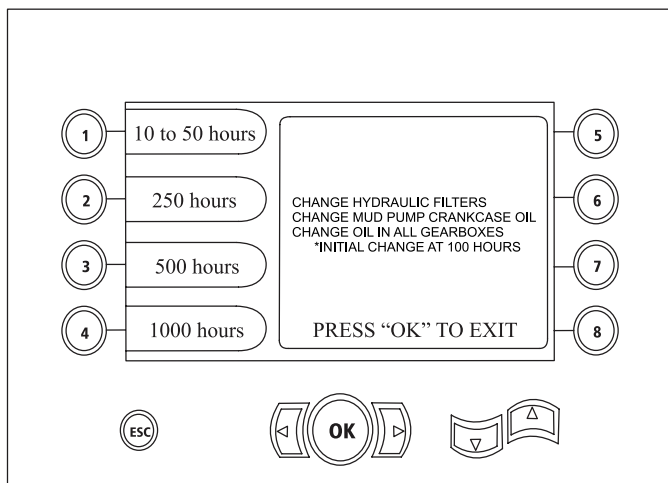

Figura 26
- Botón 3—Programa de mantenimiento de 500 horas (Figura 26)